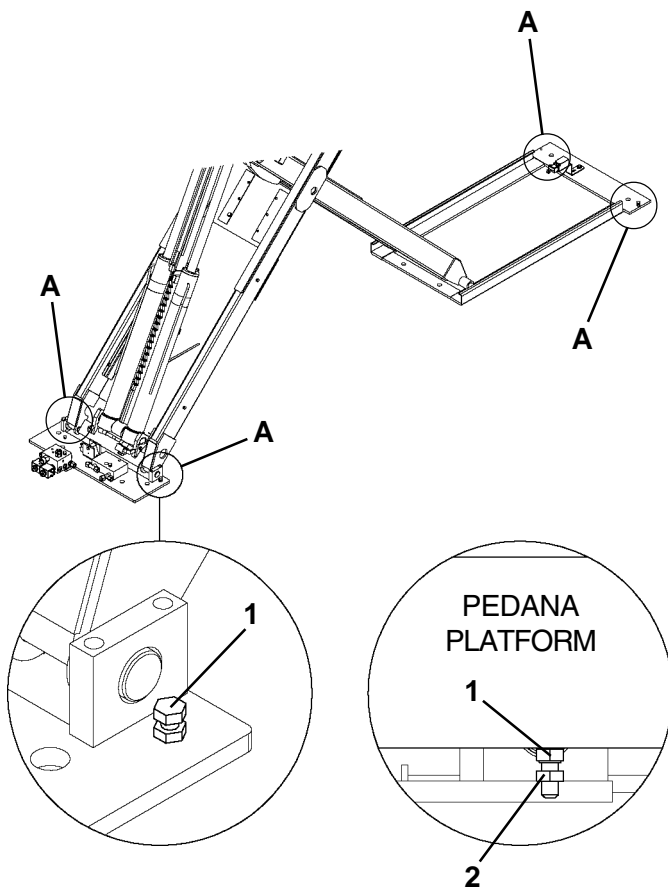

Fig. 26
- Verificare il corretto appoggio di ogni pedane in corrispondenza dei quattro punti **A** (**Fig. 26**). Le pedane devono appoggiare correttamente sulle viti **1**.
Se necessario, agire sulle viti **1** (**Fig. 26**) portandole a contatto con la parte inferiore della pedana e bloccarle con i controdadi **2**.
- Check that each platform rests correctly at the four points **A** (**Fig. 26**). Platforms must be correctly set on screws **1**.
If necessary, work screws **1** (**Fig. 26**) until they are fully home against the platform lower end and tighten with lock nuts **2**.
- Das korrekte Aufliegen jeder Fahrschiene an den vier entsprechenden Punkten **A** (**Abb. 26**) überprüfen. Die Fahrschienen müssen korrekt auf den Schrauben **1** zum Aufliegen kommen.
Falls erforderlich, die Schrauben **1** (**Abb. 26**) so betätigen, dass sie mit dem unteren Teil der Fahrschiene auf Kontakt kommen, dann mit den Kontermuttern **2** feststellen.
- Vérifier l'appui correct de chaque chemin de roulement en face des quatre points **A** (**Fig. 26**). Les chemins de roulement doivent être posés correctement sur les vis **1**.
Si nécessaire, intervenir sur les vis **1** (**Fig. 26**) en les portant en contact avec la partie inférieure du chemin de roulement et les bloquer avec les contre-écrous **2**.
- Comprobar el correcto apoyo de cada plataforma en los cuatro puntos **A** (**Fig. 26**). Las plataformas deben apoyar correctamente sobre los tornillos **1**.
Si es necesario, actuar en los tornillos **1** (**Fig. 26**) colocándolos en contacto con la parte inferior de la plataforma y sujetarlos con las contratuercas **2**.